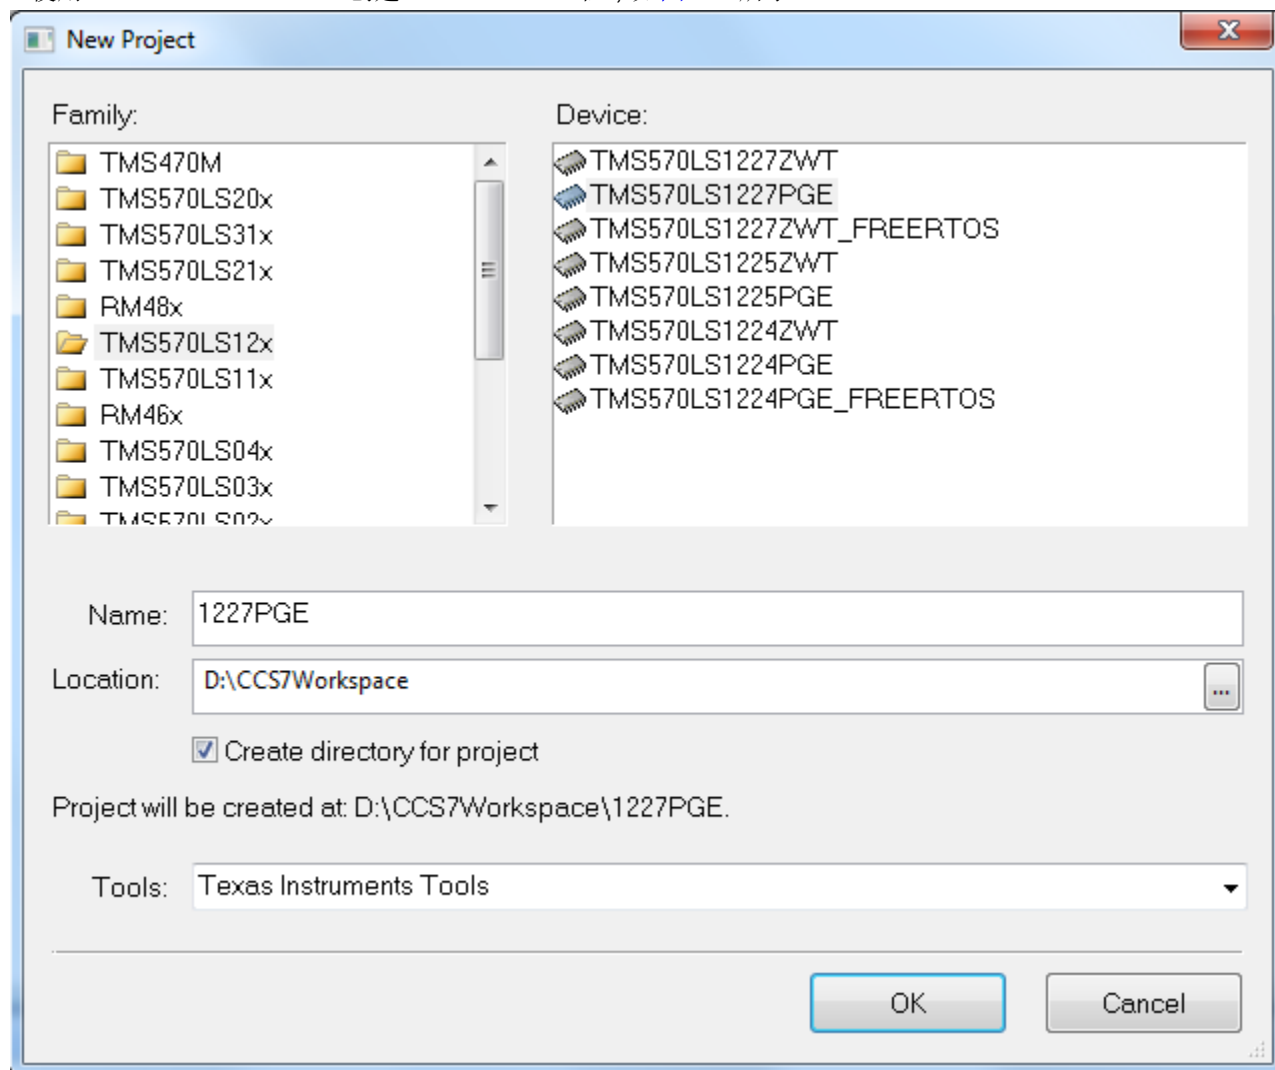

图 4-3. 新建工程
4. 使用 TMS570LS1227PGE 创建 HALCoGen 工程，如图 4-3 所示。